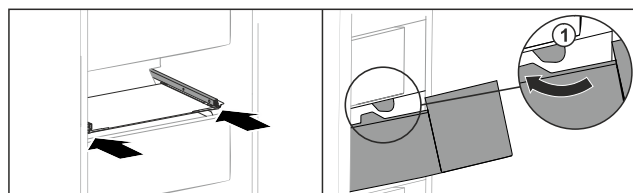

Fig. 154
- ▶ Umetnite ladicu oko zaustavljača Fig. 154 (1).